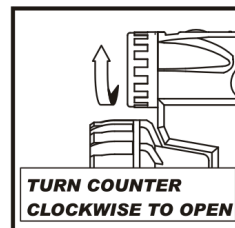

Fig.15
- Retirez la tête de lampe en la tournant dans le sens inverse des aiguilles d'une montre. (Fig.15)